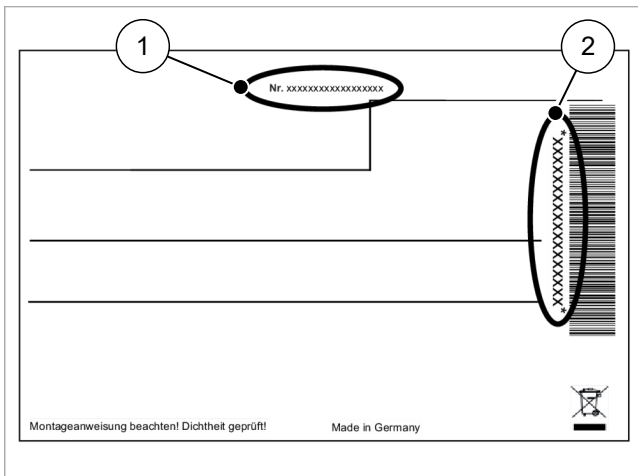

Abb. 21: Seriennummer auf dem Typenschild der SolvisLea/SolvisLea Pro
Bei Wärmepumpen vom Typ SolvisLea Pro kann sich die Seriennummer an zwei Positionen befinden, siehe → **Abb. 21**. An Position (1) eingeleitet durch „Nr.“ oder neben dem Barcode an Position (2).